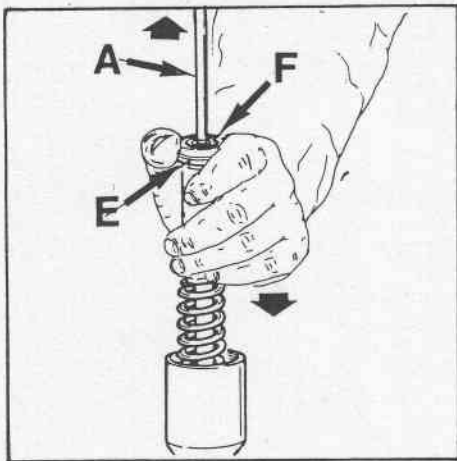

Fig. 23
- rimuovere i due semi-anelli e lo scodellino (E-F Fig. 23);